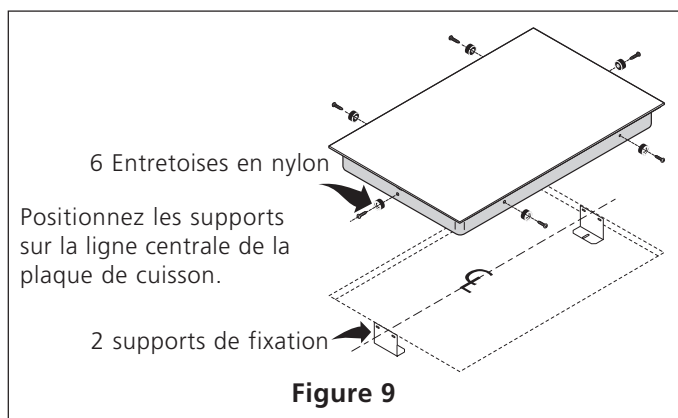

Figure 9
**⚠ AVERTISSEMENT** N'enlevez pas les entretoises en nylon sur les rebords de la plaque de cuisson. Ces entretoises centrent la plaque de cuisson dans l'espace fourni à cet effet. La plaque de cuisson doit être centrée pour empêcher l'accumulation d'excès de chaleur pouvant entraîner des dommages par la chaleur ou le feu (voir Figure 9).